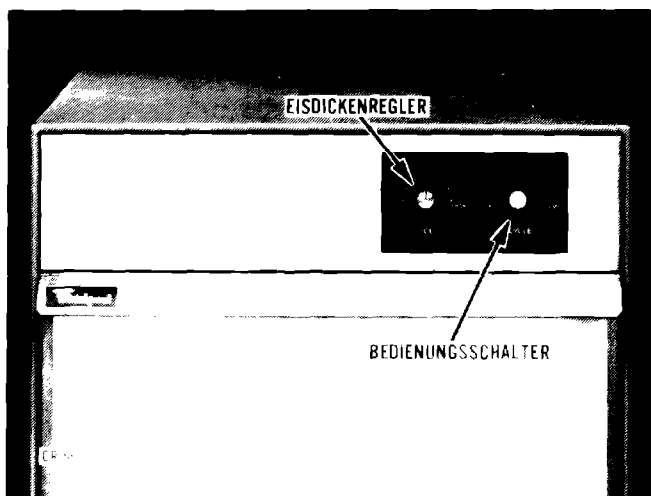

ABB. 1 — BEDIENUNGSSCHALTER
Ihre Eismaschine ist so eingestellt, daß sie Eis mit einer Dicke von ca. 13 mm erzeugt. Die Dicke kann durch Verstellen des Eisdickenreglers erhöht oder verringert werden (Abb. 1); das beste Ergebnis wird jedoch bei einer Reglereinstellung auf 13 mm erzielt.
1. Bedienungsschalter (Abb. 1) auf « OFF » (Aus) stellen.